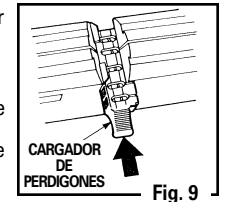

Fig. 9
- Reemplace el cargador de perdigones, asegurándose de alinear una de las recámaras para perdigones con la recámara del cañón (Fig. 9). **IMPORTANTE:** Si el cargador de perdigones no está alineado correctamente, no será posible empujar el cierre hacia adelante.